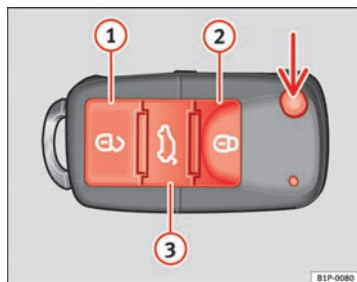

Fig. 46 Affectation des touches de la clé à radiocommande
La touche  fig. 46 (flèche) de la radiocommande permet de débloquer le panneton de la clé.
Déverrouillage du véhicule  \Rightarrow fig. 46 ①.
Verrouillage du véhicule  \Rightarrow fig. 46 ②.
Déverrouillage du hayon. Appuyez sur la touche  \Rightarrow fig. 46 ③ jusqu'à ce que tous les clignotants du véhicule s'allument brièvement. Après avoir appuyé sur le bouton de déverrouillage  ③, vous disposez de 2 minutes pour ouvrir le hayon. Une fois ce temps écoulé, il se verrouillera de nouveau.
- Appuyez sur la touche  ② ⇒ fig. 46 de la radiocommande.
- Appuyez sur la touche  ① ⇒ fig. 46 de la radiocommande.